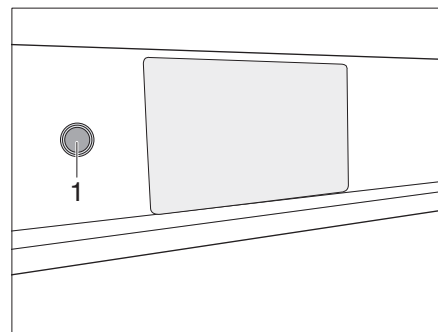

Bild 270 Wakeup-Schalter SCU
- Wakeup-Schalter (Bild 270,1) 1× betätigen, um eine Verbindung zum EBL und zur SCU herzustellen.